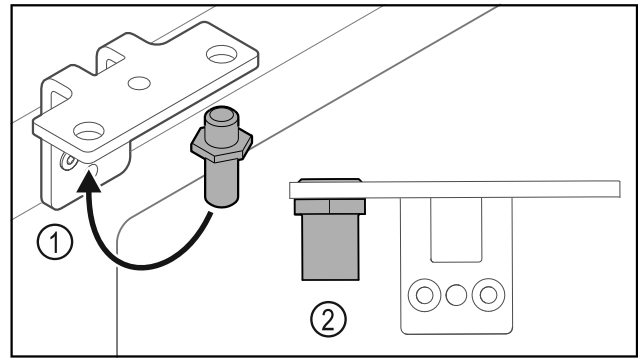

Fig. 25
- Spostare il perno Fig. 25 (1) nella cerniera angolare.
- Serrare il perno Fig. 25 (2) con una **coppia di 12 Nm**.